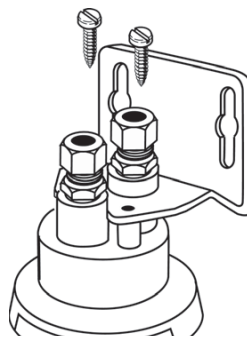

Figura 5
5. Quite los dos tornillos de la parte superior del ensamblaje de la cabeza. Coloque el accesorio de entrada o el de salida a través del orificio grande del soporte y vuelva a colocar estos dos tornillos. La cabeza del filtro ya está instalada y ya se la puede conectar a la tubería. (Figura 5)